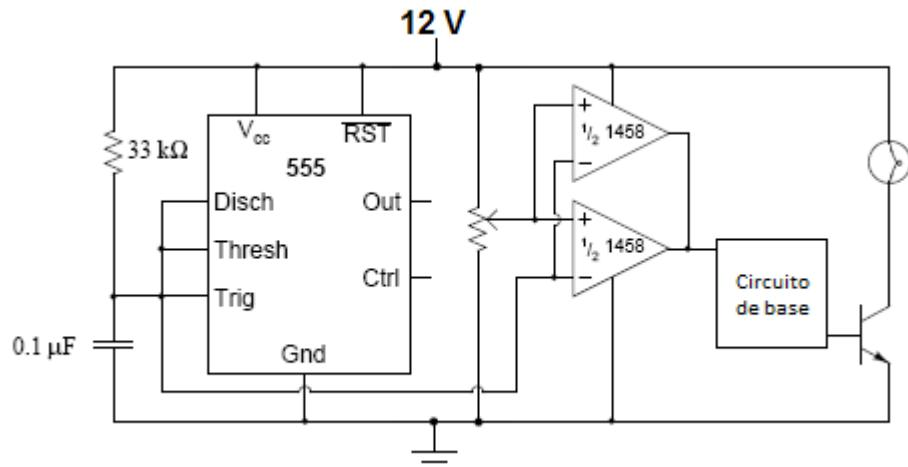

Figura 2. Control de potencia con PWM.
- 7) Agregar al modulador PWM una etapa de potencia con transistor (ver la figura 2) para que se pueda manejar más corriente y se pueda controlar la potencia entregada a un foco.